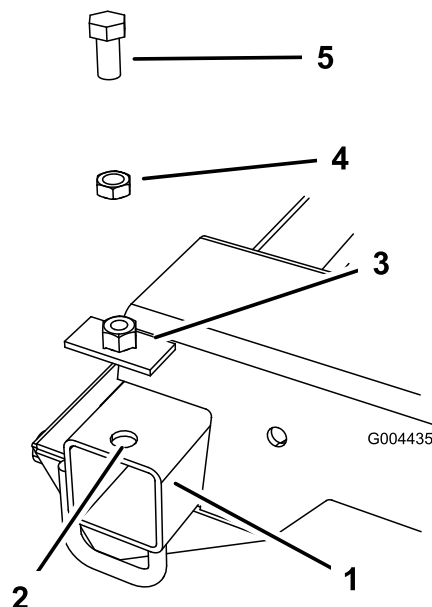

Figura 3
1. Allineate una piastra con l'estremità del telaio (Figura 3) e usate un punzone per segnare il foro centrale della piastra.
2. Rimuovete la piastra dal telaio e praticate un foro pilota sulla parte superiore del tubo del telaio inscatolato in corrispondenza del punto segnato dal punzone (Figura 3). Allargate il diametro del foro di 1/2 - 5/8 pollici.